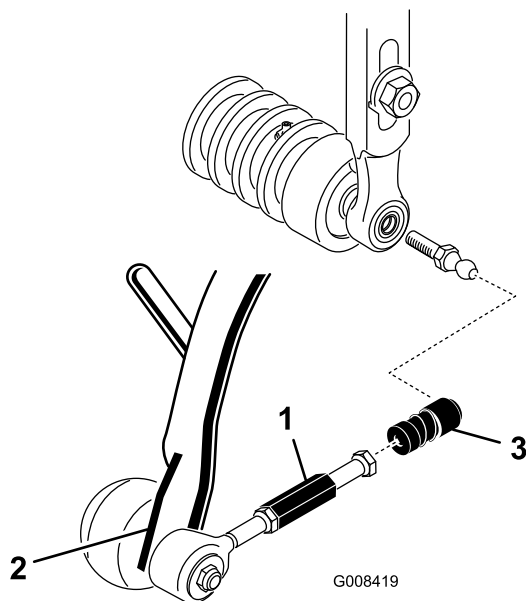

Figura 11
5. Faça deslizar a manga para a junta esférica e engate o receptor na junta esférica da unidade de corte (Figura 11).